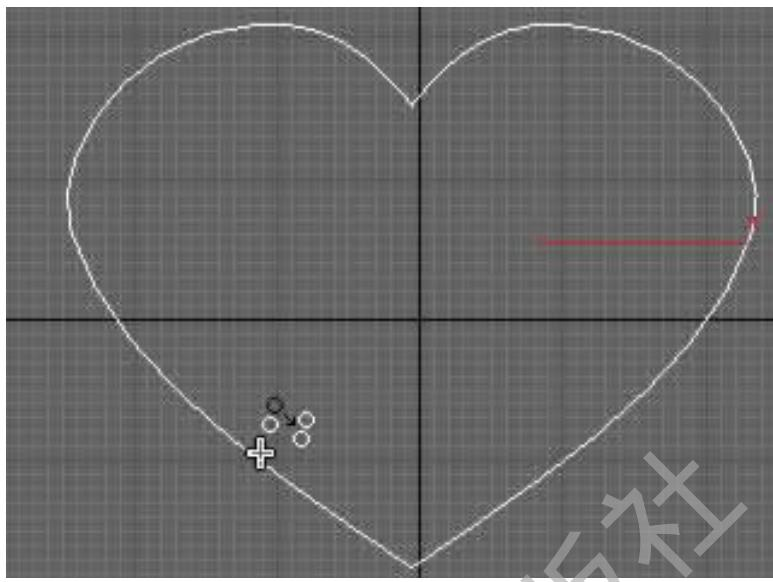

图 2-38 附加
Step 4. 进入线的修改面板, 使用“附加”将两个图形附加到一起, 这样两个图形就变成一个整体, 如图 2-38 示。